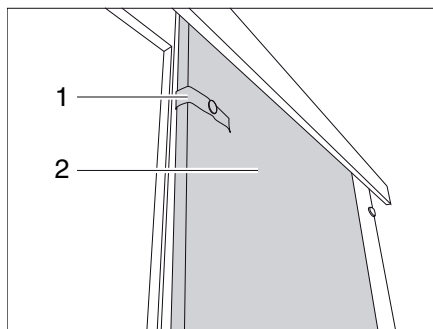

Fig. 80 Puerta corredera
- Soltar la cinta de seguridad (Fig. 80,1).
- Empujar la puerta corredera (Fig. 80,2) a la posición de cierre.
- Dirigir la puerta corredera (Fig. 80,2) a la posición de apertura.
- Fijar la puerta corredera con la cinta de seguridad (Fig. 80,1).